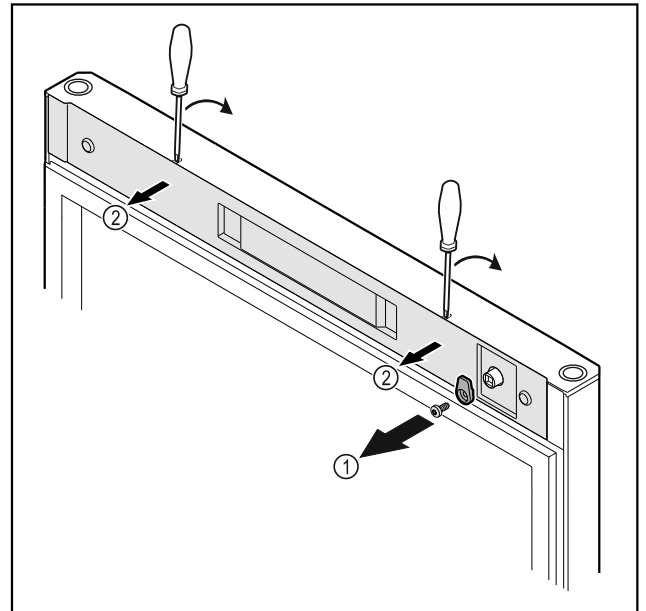

Fig. 16
- ▶ Atsukite uždarymo kabliuką Fig. 16 (1).
- ▶ Atfiksukite dengiamąją plokštelę Fig. 16 (2) mažu atsuktuvu ir nuimkite.